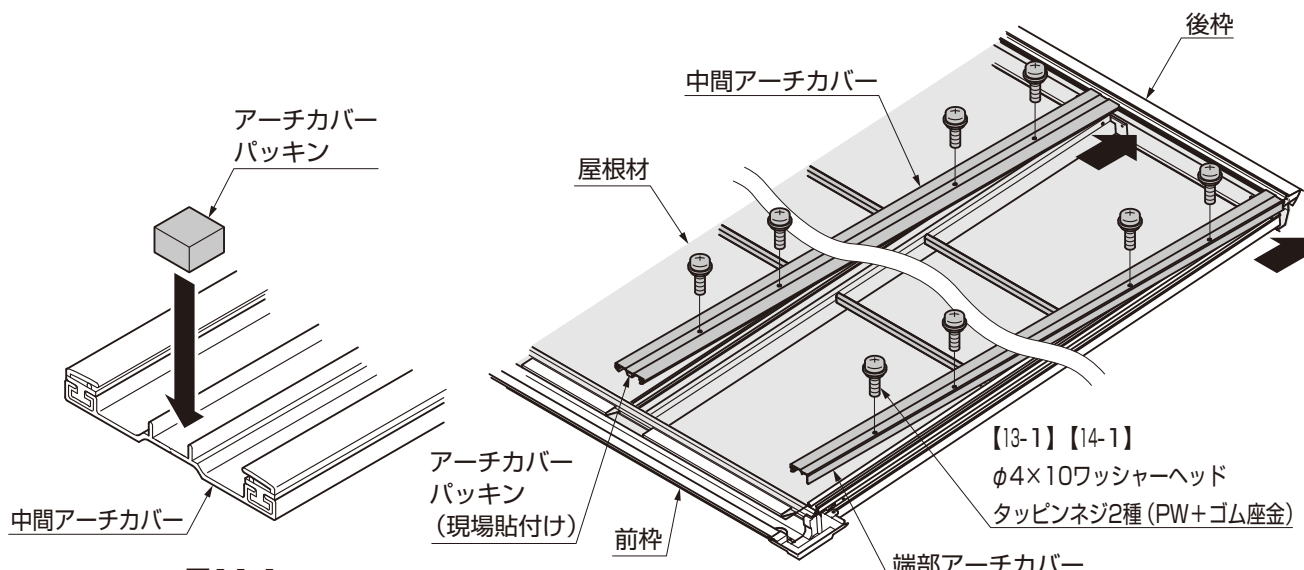

図11-1
- ① 中間アーチカバー前枠側の先端にアーチカバーパッキンを貼付けてください。(図11-1参照)